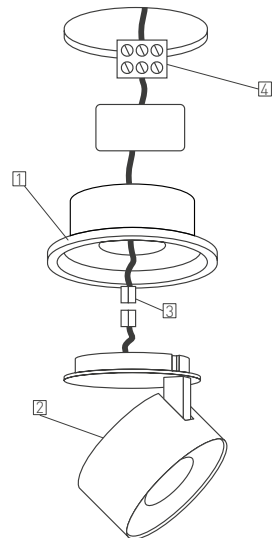

Рис. 2. Установка и подключение светильника
- 3.2. Установите светодиодный модуль в корпус светильника (см. рис. 2), для чего соедините контакты питания [3] и установите светодиодный модуль [2] в корпус светильника [1], преодолевая упругое воздействие пружинных фиксаторов.